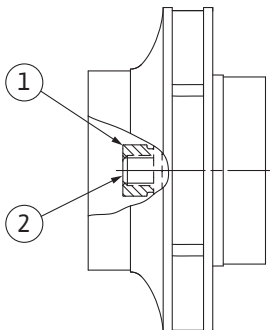

Fig. 106: Töörattamuttri korrektne asend pärast paigaldamist
8. Hoidke võlli otsvõtmega (suurus 22 mm) kinni ja keerake tööratamutter ettenähtud pingutusmomendiga (vaadake tabelit „Pingutusmomendid“ [► 28]) kinni. Mutter (Fig. 106, pos 1) peab olema täpsusega $\pm 0,5$ mm võlli otsaga (Fig. 106, pos 2) samas tasapinnas. Kui see nii pole, keerake mutter lahti ja korrake tegevussamme 4–8.
9. Eemaldage harkvõti ja paigaldage uuesti kaitseplekk (Fig. I, pos. 27).